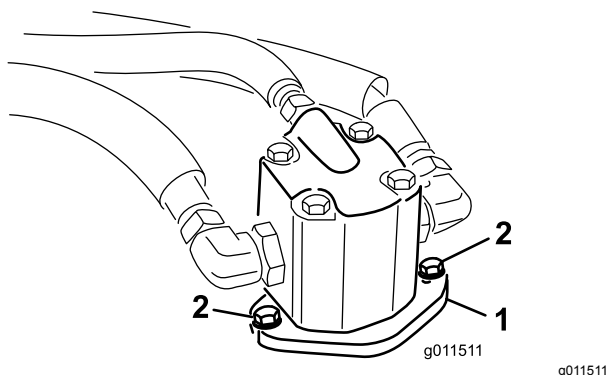

Figura 103
4. Retire os parafusos que fixam o motor hidráulico à plataforma do cortador (Figura 103).